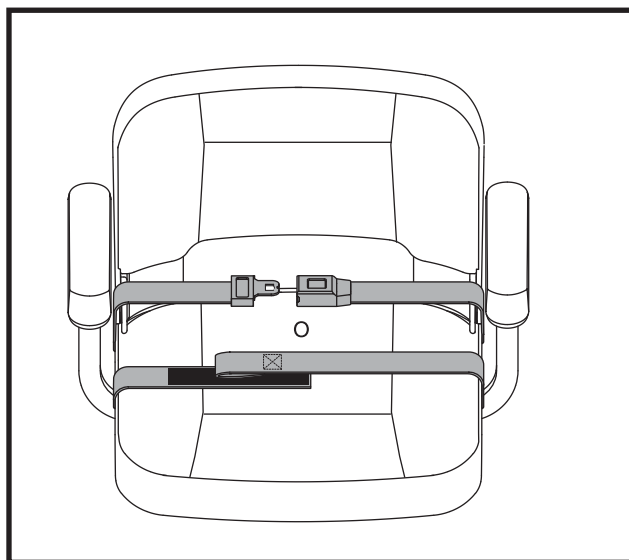

Figura 20. Cinture di sicurezza - Cintura di sicurezza con aggancio metallico o con gancio riutilizzabile e velcro
La seduta del scooter può essere dotata di cinture di sicurezza regolabili. **Vedere figura 20.** La cintura di sicurezza è stata progettata per garantire un maggiore supporto all'utente ed evitare che scivoli in avanti o indietro sulla seduta. La cintura di posizionamento non è concepita come dispositivo di contenimento.
1. Inserire il gancio metallico del lato destro della cintura nella chiusura di plastica al lato opposto spingendo fino a sentire un “click” **Vedere figura 20.**
1. Allineare le due parti della cintura ponendo la parte con il velcro direttamente sopra il lato di adesione (“gancio”) dell’altra parte. Premere per bloccare. **Vedere figura 20.**